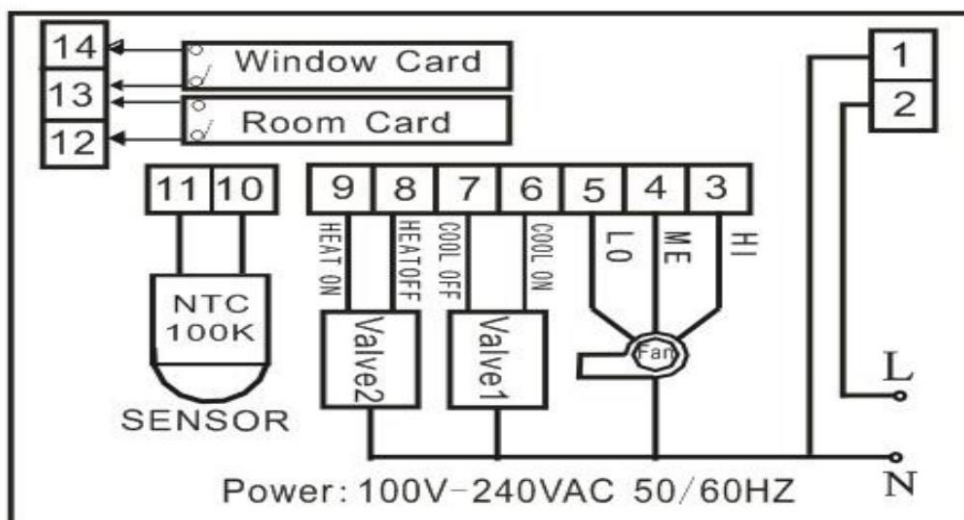

Figura 2
- Ligue os fios sob os parafusos terminais no módulo da fonte de alimentação, usando o esquema de instalação fixação apropriado. Veja a Figura 2.